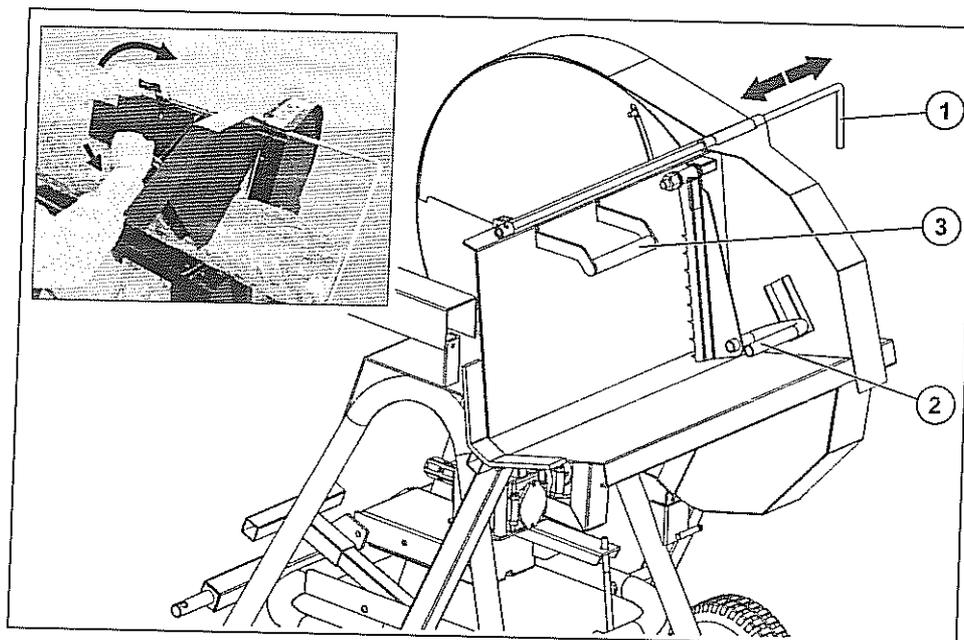

Fig. 9
- ◆ Régler la longueur des pièces de bois que l'on désire obtenir en agissant sur la tige de référence (1 Fig. 9).
- ◆ Soulever le levier de blocage du bois (2 Fig. 9).
- ◆ Placer le tronc à couper sur le banc et le pousser jusqu'à le faire appuyer contre la butée (1 Fig. 9).
- ◆ Baisser le levier de blocage sur le tronc (2 Fig. 9).
- ◆ Pousser le levier du support basculant (3 Fig. 9).